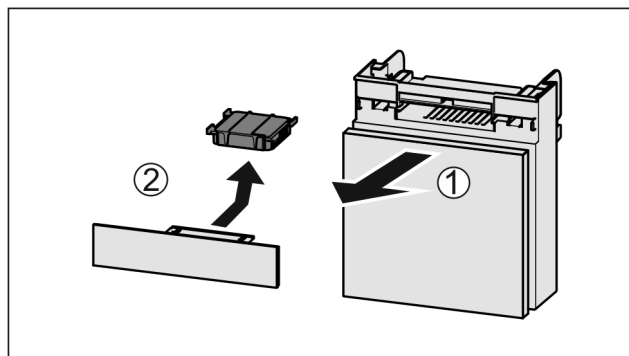

Fig. 131
- Издърпайте Fig. 131 (1) напред от отделениято.
- Извадете Fig. 131 (2) филтъра с активен въглен.